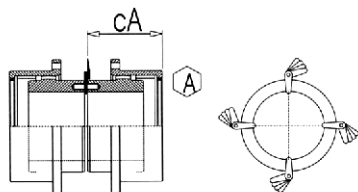

Bild 01
- H.1 Um die Winkelabweichung zu ermitteln, die an den Referenz-Stirnflaechen der Naben ermittelten Parallelitaetswerte nach dem naechsten Schema bearbeiten. Diese Werte werden ermittelt, indem eine Fuehlerlehre zwischen den Stirnflaechen der Naben eingeschoben wird. Eine erste Messung auf 360° wird durchgefuehrt um die Lage des kleinsten und groessten Abstandes zu bestimmen, dann, so wie in Fig. 01/A beschrieben, werden vier Messungen in 90° - Abstand durchgefuehrt. Die groesste Differenz von zwei gegeneuberliegenden Messungen ist der Wert ΔA .